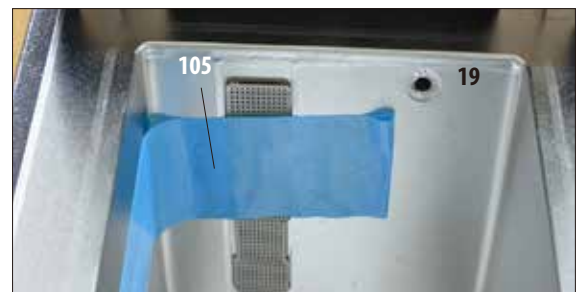

Fig. 19
- Na retorta, remova ainda a fita adesiva (105) que prende a tampa de sensores de nível (Fig. 19).